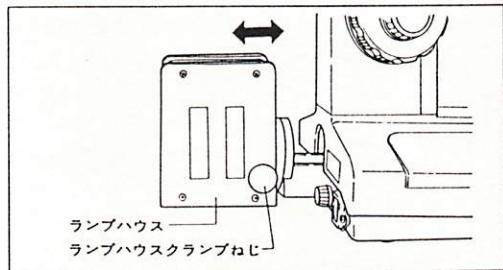

図 5
- 6) 開口絞りを閉じて、ランプハウスクランプねじを緩めて、ランプハウスを前後させ(図5)、開口絞り面にフィラメント像を結像させます。結像の状態は、NDフィルタをミラーとして、開口絞り面上のフィラメント像を見ながら行います。